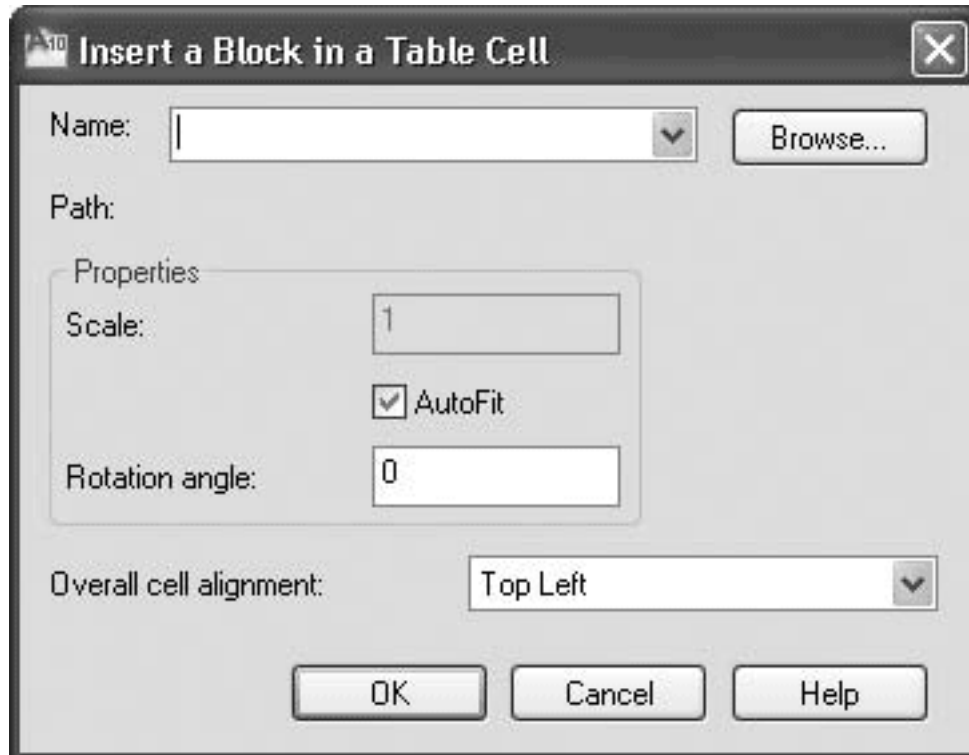

Рис. 4.49. Диалоговое окно вставки блока
- при выборе пункта **Block** (Блок) на экране появляется диалоговое окно **Insert a Block in a Table Cell** (Вставить блок в ячейку таблицы) (рис. 4.49), в котором можно задать параметры вставки блока в таблицу;